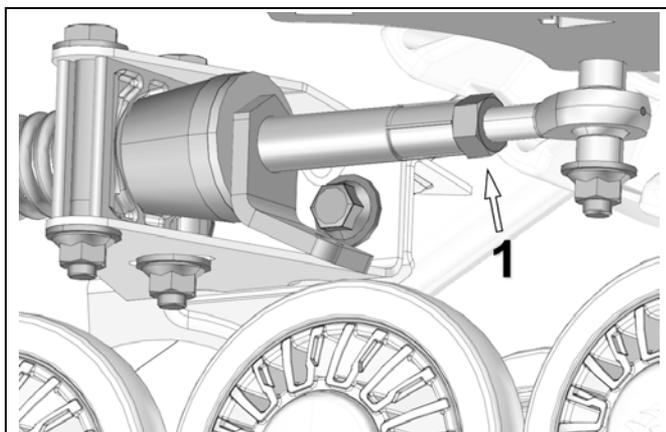

Figure 19
- Une fois le réglage atteint, resserrer le contre-écrou (1) à un couple de 40 N•m [30 lb•pi]. Voir la Figure 19.